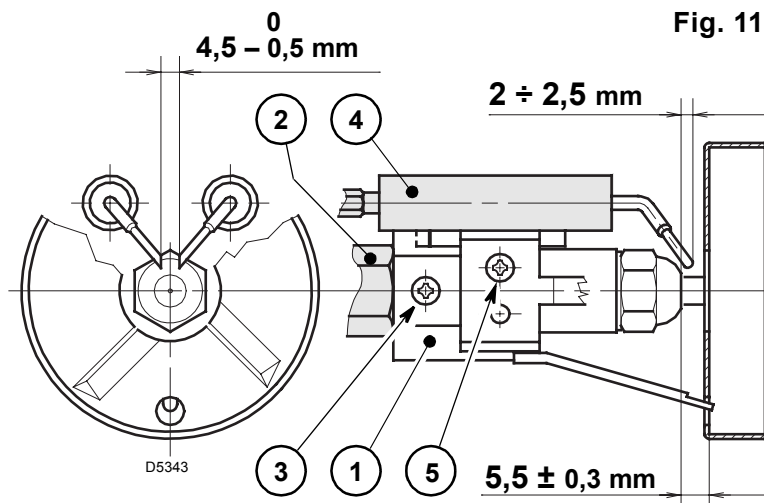

Fig. 11
4.3 REGLAGE DES ELECTRODES (voir fig. 11)
- Accrocher le brûleur à la bride (1), enlever le gueulard (2) après avoir desserré les vis (3).
- Débrancher les câbles (4) des électrodes, enlever de la ligne porte gicleur le support de l'accroche flamme (5) après avoir desserré la vis (3, fig. 11 pag. 7).
- Visser correctement le gicleur (6) en le serrant comme indiqué en figure.
- Enlever la ligne porte gicleur (7) après avoir desserré les vis (13), dévissé l'écrou (9), débranché les câbles (4) de la boîte de contrôle, la cellule photorésistance (10) et la prise (11).
- Débrancher les câbles (4) des électrodes, enlever de la ligne porte-gicleur (7) le support de l'accroche-flamme (5) après avoir desserré la vis (3, fig. 11 pag. 7).